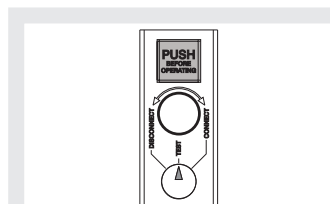

Figure 41
- disjoncteur en position de test (voir Figure 41).